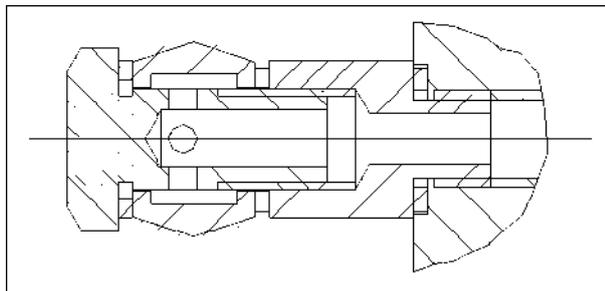

Рис. 33
- Подключите гидростанцию к гидросистеме гибким шлангом. (Рис. 33)